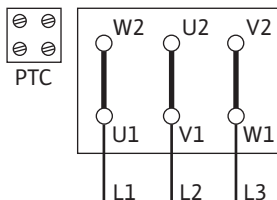

Fig. 14: Δ-Schaltung
- Der Netzanschluss ist abhängig von Motorleistung P2, Netzspannung und der Einschaltart. Erforderliche Schaltung der Verbindungsbrücken im Klemmenkasten folgender Tabelle sowie Fig. 14,15 und 16 entnehmen.